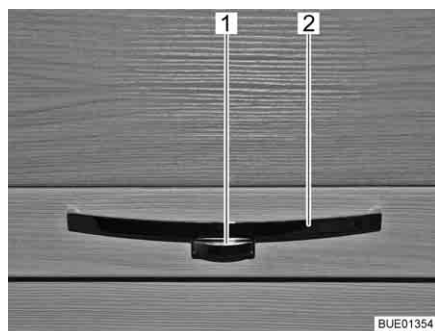

Fig. 69 Alçapão de móvel com manípulo (exemplo)
- Empurre para dentro o botão de destravamento (Fig. 69,1) no manípulo (Fig. 69,2) e mantenha-o premido.